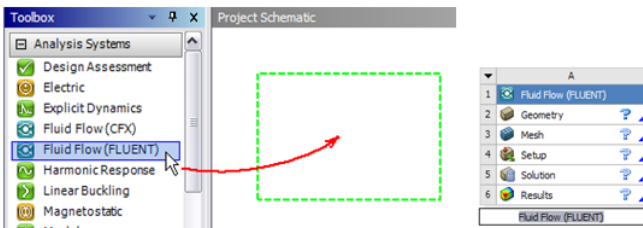

Рис. 3 - Перенос системы анализа потоков *Fluent* на поле проекта
**Шаг 3.** Затем необходимо добавить в рабочее поле модуль *Fluid Flow (Fluent)*. Для этого удерживая левую кнопку мыши перетащить его на свободное поле проекта к любому месту, где появится зелёный пунктирный прямоугольник, разрешающий размещение (рис. 3).